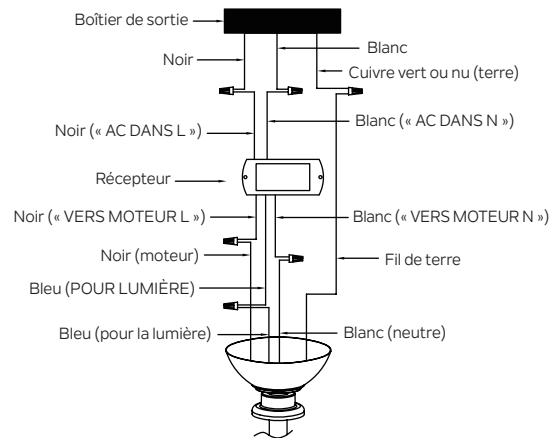

Fig. 14
Étape 2. Raccordements électriques du moteur au récepteur : Raccordez le fil NOIR du ventilateur au fil NOIR marqué « VERS MOTEUR L » depuis le récepteur. Raccordez le fil BLANC du ventilateur au fil BLANC marqué « VERS MOTEUR N » depuis le récepteur. Raccordez le fil BLEU du ventilateur au fil BLEU marqué « POUR LA LUMIÈRE » depuis le récepteur. Fixez tous les raccords de fils avec les connecteurs de fils en plastique fournis. (Fig. 14)
Étape 3. Raccordements électriques du récepteur à distance au boîtier de sortie : Raccordez le fil NOIR (chaud) du plafond au fil NOIR marqué « AC DANS L » depuis le récepteur. Raccordez le fil BLANC (Neutre) du plafond au fil BLANC marqué « AC DANS N » depuis le récepteur. Fixez tous les raccords de fils avec les connecteurs de fils en plastique fournis. (Fig. 14)
Étape 4. Si votre boîtier de sortie a un fil de terre (cuivre vert ou nu), raccordez-le aux fils de terre du ventilateur : sinon raccordez le fil de terre du ventilateur au support de montage. Fixez le raccord du fil avec un écrou en plastique fourni. Après avoir raccordé les fils, écartez-les de manière à ce que les fils vert et blanc soient d'un côté du boîtier de sortie et que les fils noirs et bleus soient de l'autre côté. (Fig. 14)